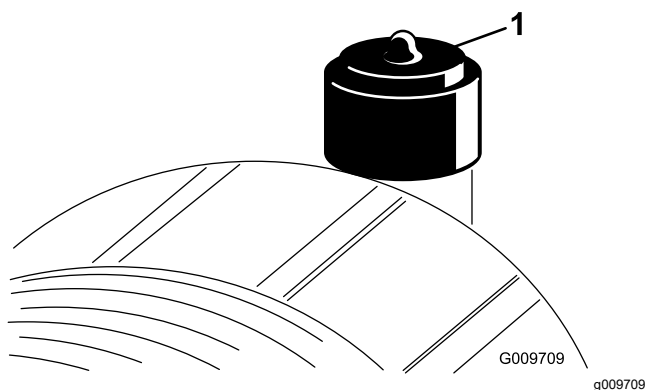

Figura 55
Întrețineți filtrul de aer doar când indicatorul privind restricția (Figura 55) solicită acest lucru. Schimbarea filtrului de aer înainte de a fi necesar mărește pericolul de pătrundere a murdăriei în motor atunci când îndepărtați elementul.
2. Resetai indicatorul privind restricția (Figura 55) dacă este rou.